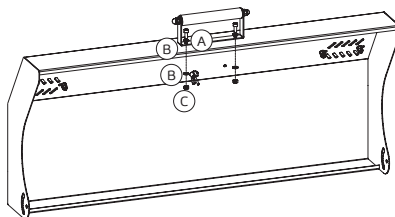

Рис. 33
16. Прикрутить ручку на крышку (поз. 16), как показано на рис. 33, используя винты(А) – 2 шт., шайбы (В) – 4шт., гайки (С) – 2 шт.